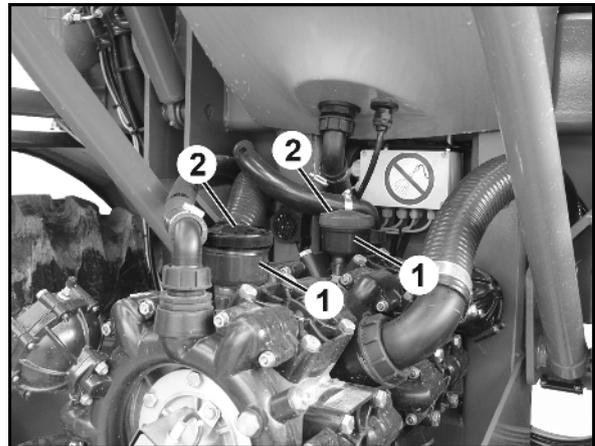

Fig. 163
1. Kontrollieren, ob der Ölstand an der Markierung (Fig. 163/1) bei nicht laufender und waagrecht stehender Pumpe sichtbar ist
2. Den Deckel (Fig. 163/2) abnehmen und Öl nachfüllen, wenn der Ölstand an der Markierung (Fig. 163/1) nicht sichtbar ist.
2. Deckel (Fig. 163/2) abnehmen.
5. Antriebswelle wechselweise nach rechts und links drehen und neues Öl langsam auffüllen. Die korrekte Ölmenge ist eingefüllt, wenn das Öl an der Markierung (Fig. 163/1) sichtbar ist.